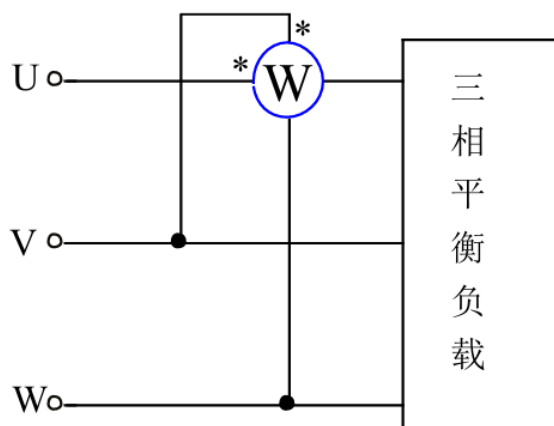

图 2: 一瓦特表法测总无功功率
除了图 2 的 $I_A U_{AC}$ 与 $I_B U_{BC}$ 接法外，还有 $I_B U_{AB}$ 与 $I_C U_{AC}$ 以及 $I_A U_{AB}$ 与 $I_C U_{BC}$ 两种接法。
3. 对于三相三线制供电的三相对称负载，可用一瓦特表法测得三相负载的总无功功率 Q ，测试原理线路如图 2 所示。